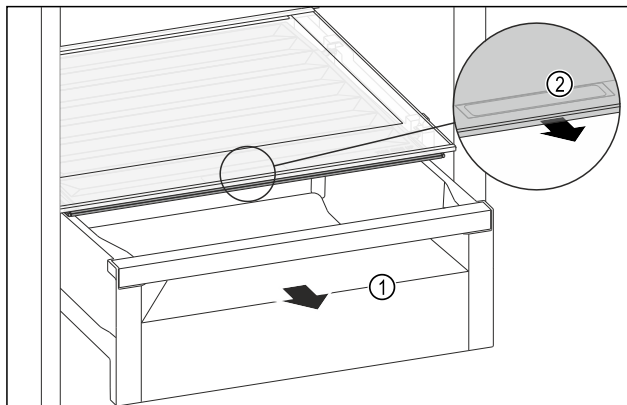

Fig. 137
- ▶ Izvucite ladicu Fig. 137 (1).
- ▶ Primite ručku Fig. 137 (2) na poklopcu pretinca i istodobno povucite poklopac pretinca prema naprijed.